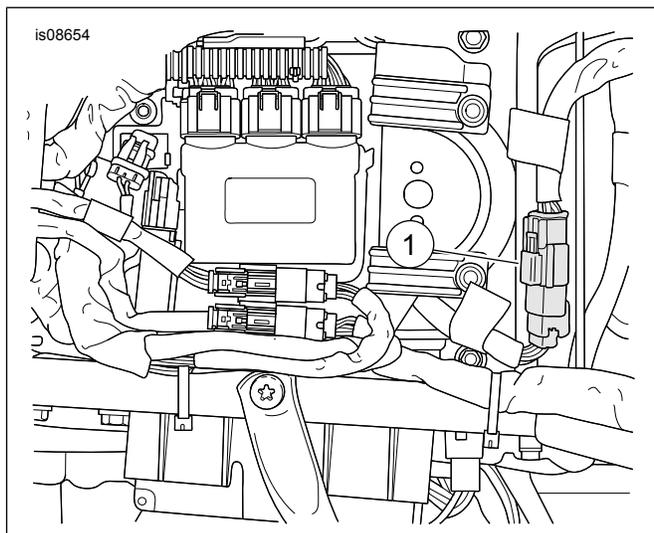

Figura 3. Connettore [7A] delle luci di marcia/arresto
16. Vedere Figura 3. Staccare il connettore [7A] del cablaggio (1). Collegare il cablaggio di collegamento al connettore (1). Collegare il connettore originale al connettore del cablaggio di collegamento.